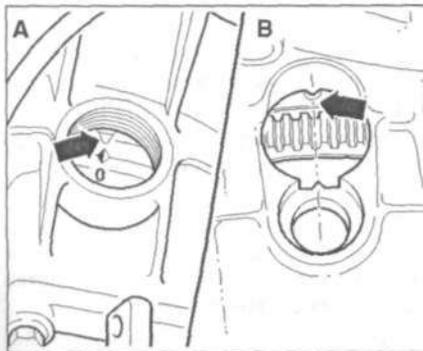

Рис. 6.3. Совместите метки ВМТ поршня цилиндра №1 на коленчатом валу:
4. Совместите метки ВМТ поршня цилиндра №1 на коленчатом валу: **А** – Двигатели AEU, ANB, AKW, **В** – Двигатели AFN, ANU, ALE (рис. 6.3).